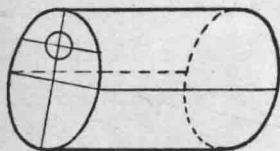

图 10 划偏心圓。
偏心圓綫。十字綫是划在外圓上的(图 10),它是用来校正軸綫在水平和垂直方向位置的; 偏心圓綫是划在端面上的,它是用来校正偏心圓的位置的。
3. 用两脚规（工厂里叫它为矩叉）从量尺上取偏心距 e 值，然后把一个脚尖放在中心，另一脚以 e 为半径作一圆弧，跟垂线相交求出偏心点。再以偏心点为圆心，任意长（长度不能大于偏心点与圆周最近一处的距离）为半径作一圆（图 10）。为了防止所划的线因不小心而擦掉，必须在所划的线条上打几个铰孔（俗称洋冲眼）。但是，这些铰孔必须在线条上，不能歪斜。